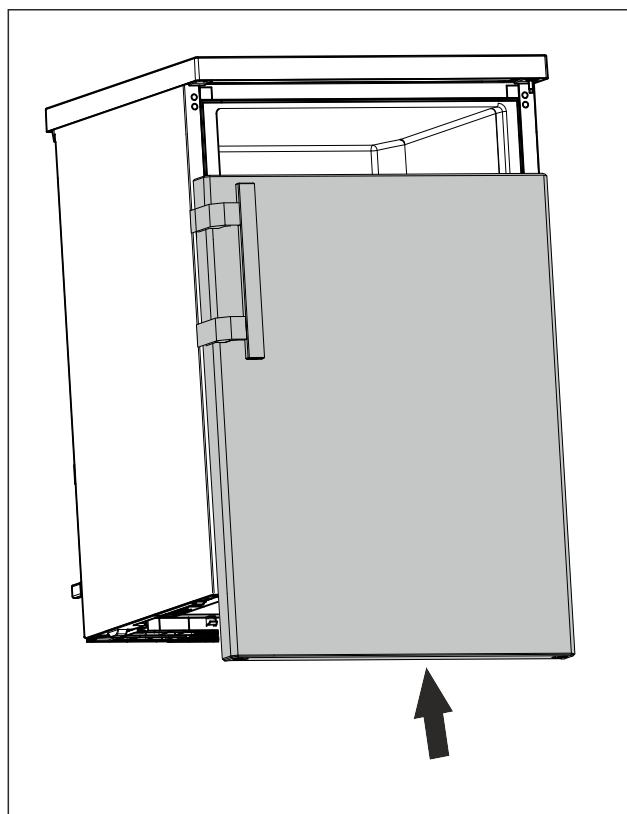

Fig. 19
- ▶ Skjut på dörr i stängt läge på övre bulten. (se Fig. 19)